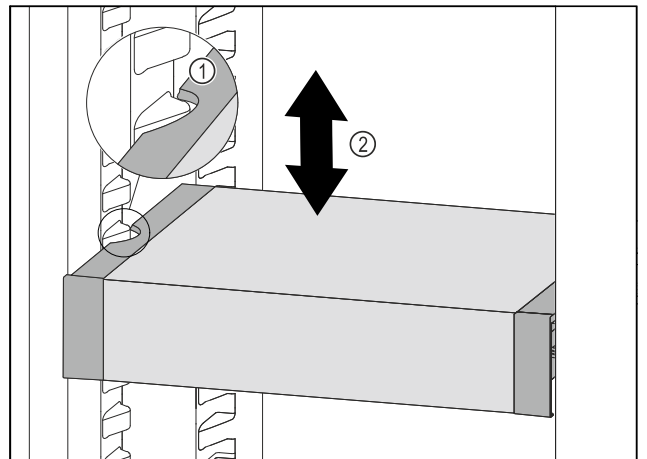

Fig. 92
- ▶ Tire del VarioSafe hacia delante hasta que los huecos laterales del VarioSafe se encuentren a la altura de la nervadura del recipiente en el compartimiento del frigorífico. Fig. 92 (1)
- ▶ Mueva el VarioSafe hacia arriba o hacia abajo en el compartimiento del frigorífico hasta alcanzar la altura deseada. Fig. 92 (2)